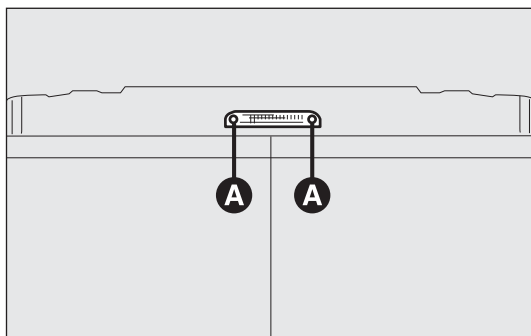

fig. 190
- ☐ quite los dos tornillos de fijación A-fig. 190;